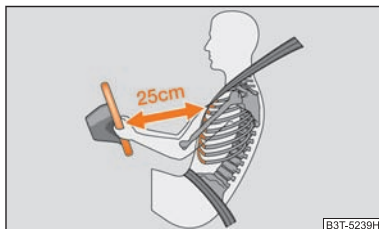

Fig. 155 Distancia de seguridad con respecto al volante
- Es importante que el conductor y el acompañante mantengan una distancia mínima de 25 cm con respecto al volante o al tablero de instrumentos ⇒ fig. 155. Si no respeta la distancia mínima, el sistema de airbag no podrá protegerle - ¡Peligro de muerte! Además, los asientos delanteros y los reposacabezas siempre deben estar correctamente ajustados a la estatura del ocupante.